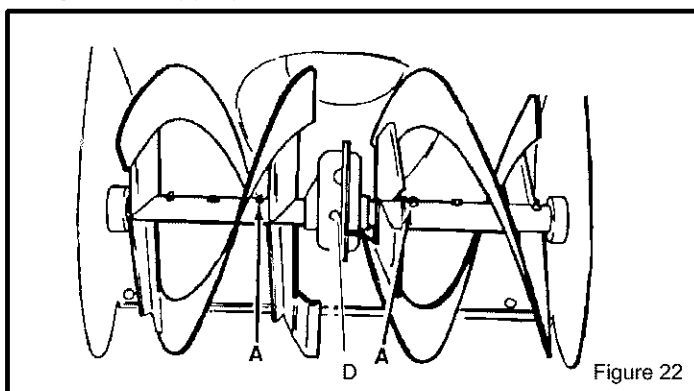
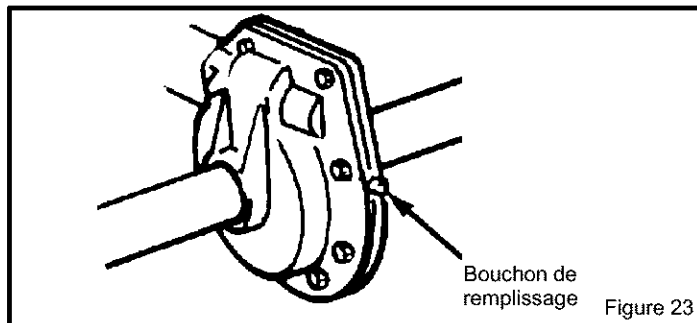

Figure 22
Figure 23
Déposer le bouchon de remplissage D (Figure 22, Figure 23) une fois par an. Si la graisse est visible, ne pas en ajouter. Si la graisse n'est pas visible, faire pénétrer un morceau de fil de fer dans le boîtier pour déterminer s'il contient de la graisse. Les graisses Mobilux EP1, Shell Aldania EP1 sont des graisses appropriées.
1. **Arbre de la vis sans fin** – Lubrifier les graisseurs (A) à l'aide d'un pistolet à graisse toutes les dix (10) heures d'utilisation. L'arbre de la vis sans fin DOIT être graissé chaque fois qu'un boulon de cisaillement est remplacé (Figure 22). (Voir la partie Remplacement du boulon de cisaillement de la vis sans fin dans la section "Réparations/Réglages")